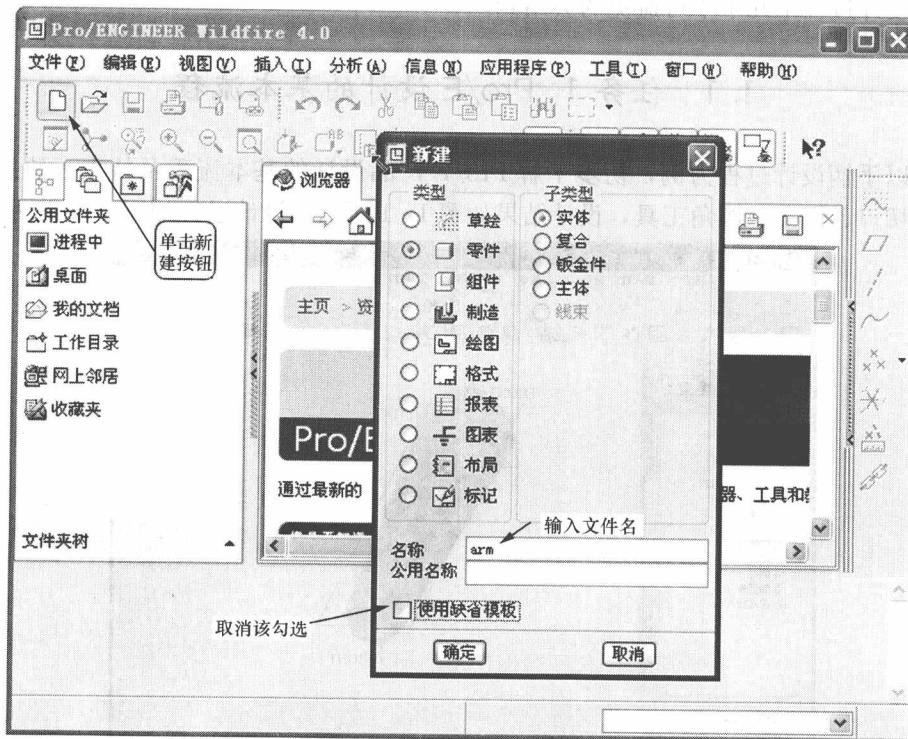
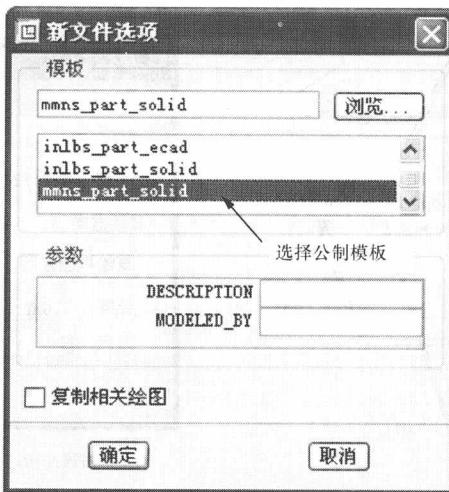
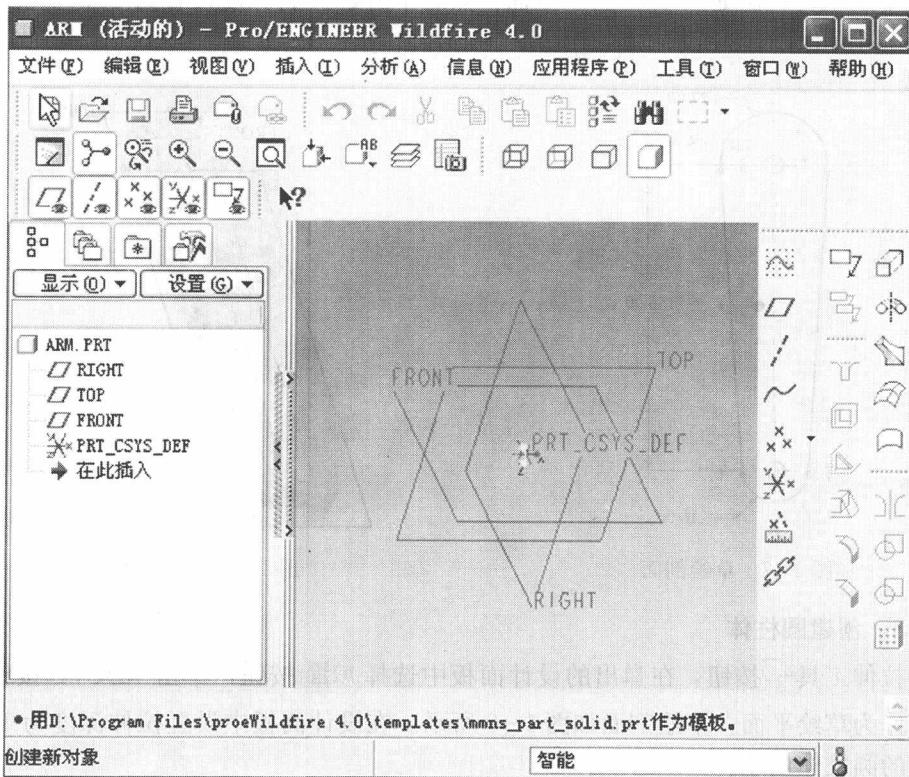

图 1-3 建立手柄文件
图 1-4 选择公制模板
图 1-5 零件设计界面
单击工具栏创建新文件图标，在弹出的新建面板中输入零件名称 arm，将“使用缺省模板”前的勾选取消，单击确定，如图 1-3 所示。选择公制模板，如图 1-4 所示。进入零件设计界面，如图 1-5 所示。
选择“文件”菜单中的“新建”命令，或单击工具栏中的 \square 按钮，系统弹出如图 1-3 所示“新建”对话框，该对话框包含要建立的文件类型及其子类型。
(2) 子类型。在“新建”对话框右边栏中列出了相应模块功能的子模块类型。
(3) 名称。选择要创建的文件类型和子类型后，输入文件名。
(4) 使用缺省模板。取消对复选框的勾选，单击 确定 按钮后将弹出“新文件选项”对话框，在该对话框中可以设置新文件的模板，一般使用 mmns_part_solid（公制单位），如图 1-4 所示。